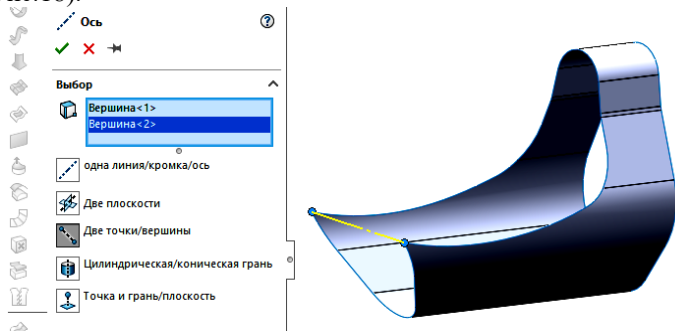
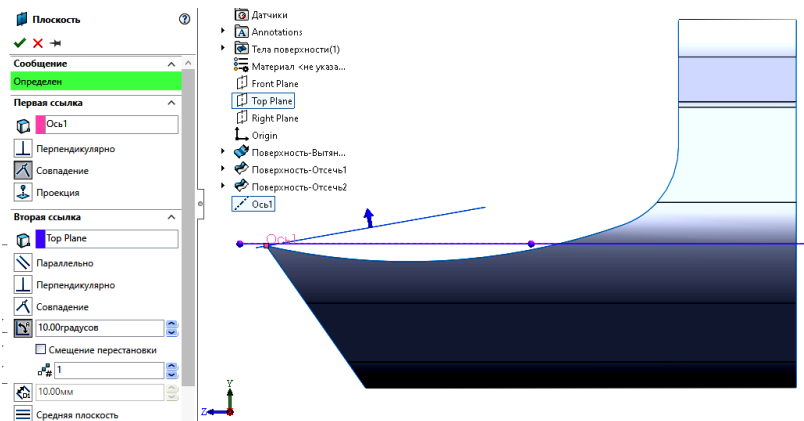

Рис.17. Ескіз допоміжної осі
Рис.18. Побудова допоміжної площини
5. Створюємо вісь, що проходить через точки вершин, отриманих попередньо, за допомогою допоміжної геометрії (Рис.17). Через цю вісь створюємо допоміжну площину, яка проходить під кутом 10^0 до площини *Зверху* (Рис.18).